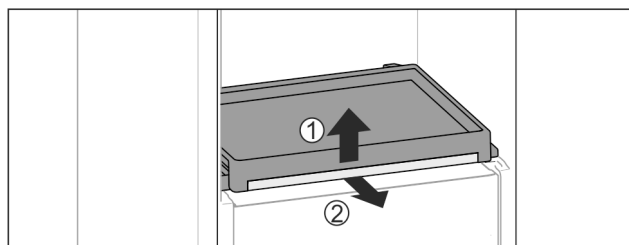

Fig. 42
- ▶ Vyjměte vysouvací přihrádku se skleněnou deskou: Skleněnou desku vpředu lehce nadzvedněte Fig. 42 (1) a vytáhněte dopředu Fig. 42 (2).